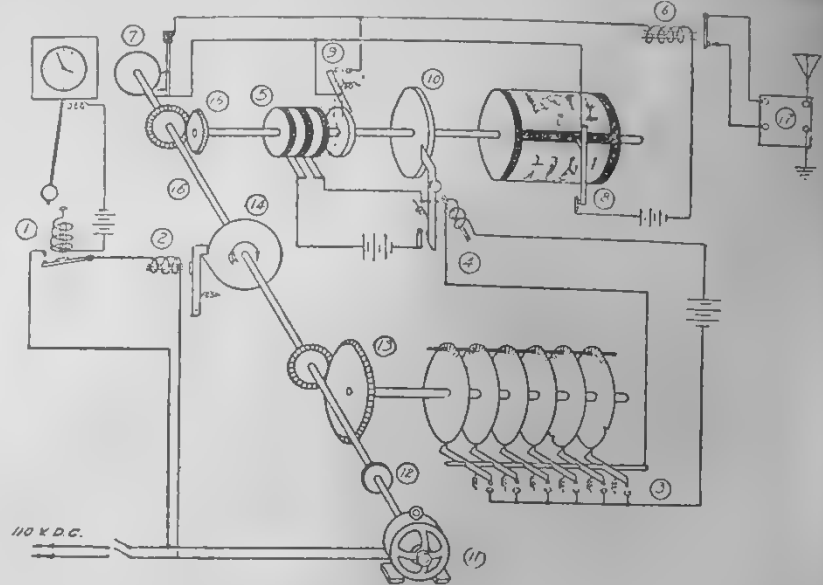

Рис. 6. Общее устройство передатчика.
Для того, чтобы передающий приемный цилиндры вращались синхронно, применяется следующее устройство (рис. 6). Цилиндр приводится во вращение мотором (11) через посредство зубчатки (15) и оси, присоединенной к валу мотора посредством муфты (12). Мотор вращается непрерывно, но ось в конце каждого оборота останавливается, удерживаемая храповиком, задающим шаг на зубец диска (14), посаженного на эту же ось. Эта остановка продолжается до тех пор, пока не замкнется контакт (1), так как при замыкании этого контакта электромагнит (2) освобождает диск. Замыкания же контакта (1) происходят равномерно всякий раз, когда часовая маятник проходит через свое вертикальное положение. Такое устройство имеется как на передающей, так и на приемной станции. Перед началом передачи на приемной станции присоединяется к контакту часов передатчика и отрегулируют часы на приемнике таким образом, чтобы замыкания контактов (1) происходили бы в один и тот же момент. После этого начинается передача. Благодаря такому устройству, во время вращении часов приемника и передатчика вращаются в одну сторону, и обороты к концу каждого оборота, они останавливаются и начинают свой оборот одновременно, ибо замыкания контактов (1), которые происходят одновременно, происходят одновременно.
4. Секретная передача. Остальные части передатчика, изображенного на рис. 6, осуществляют секретность передачи. Дело в том, что в конце каждого оборота цилиндра происходит расцепление зубчаток (15); в конце каждого оборота зубец, имеющийся на диске (10), задерживается о рычажок, нижний конец которого при этом размыкает контакт в цепи реле (5), распределяющего зубчатки (15). Эти остановки цилиндра продолжают до тех пор, пока электромагнит (4) не притянет к себе упомянутый рычажок; при этом освобождается диск и одновременно замыкается контакт реле (5), сцепляющего в тот же момент зубчатки. Электромагнит же (4) приводится в действие устройством (3). Мы тут видим 6 дисков, насаженных на ось, сцепленную с главной осью помощью зубчаток (13). На поверхности дисков имеется по одному углублению. По поверхности каждого из дисков скользят рычажки, которые на мгновение замыкают цепь электромагнита (4), в тот момент, когда один из них заходит в углубление своего диска. Эти диски заранее можно сдвинуть один по отношению к другому на разные углы и в таком положении закрепить помощью клина. Итак, цилиндр при каждом обороте останавливается. Продолжительность этих остановок зависит от того, в какой комбинации были установлены диски устройства (3). Чтобы получить на приемной станции неискаженное изображение, необходимо, чтобы приемный цилиндр останавливался и начинал вновь вращаться в то же мгновение, что и передающий цилиндр, а для этого на приемной станции диски должны быть установлены в той же комбинации, что и на передающей. Нужно еще прибавить, что во время остановок цилиндра автоматически производится передача какого-нибудь ложного изображения: в эти моменты на передатчике воздействует дополнительный цилиндр (7), на поверхности которого тоже имеется рельеф. В результате на светочувствительной бумаге приемника (если там неизвестна комбинация дисков) не получается ничего похожего на передаваемый рисунок.